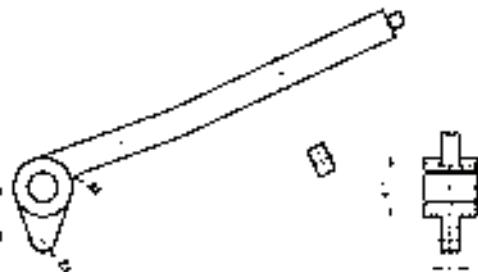

图 6-52 标注半径尺寸
4) 标注半径尺寸。单击“标注”工具栏中的“半径”按钮 $\odot$ ，标注圆弧半径尺寸，结果如图 6-52 所示。